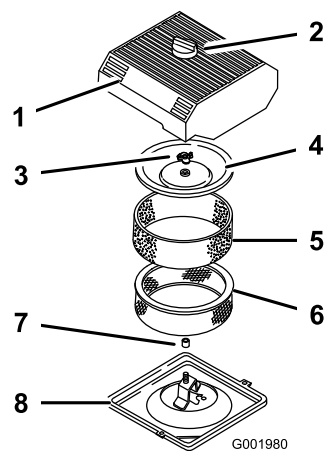

Figura 47
3. Pulite intorno al filtro dell'aria per evitare che la morchia possa penetrare nel motore provocando gravi danni (Figura 47).
4. Svitare la manopola sul coperchio del filtro dell'aria e togliete il coperchio (Figura 47).
5. Togliere con cautela l'elemento in schiuma sintetica dall'elemento di carta (Figura 47).
6. Svitare il dado del coperchio e togliete sia il coperchio che l'elemento di carta (Figura 47).
1. Infilate con cautela l'elemento in schiuma sintetica sopra l'elemento di carta del filtro dell'aria (Figura 47).
3. Avvitare a fondo, manualmente, il dado contro il coperchio (Figura 47).
4. Montate il coperchio del filtro dell'aria e la manopola (Figura 47).